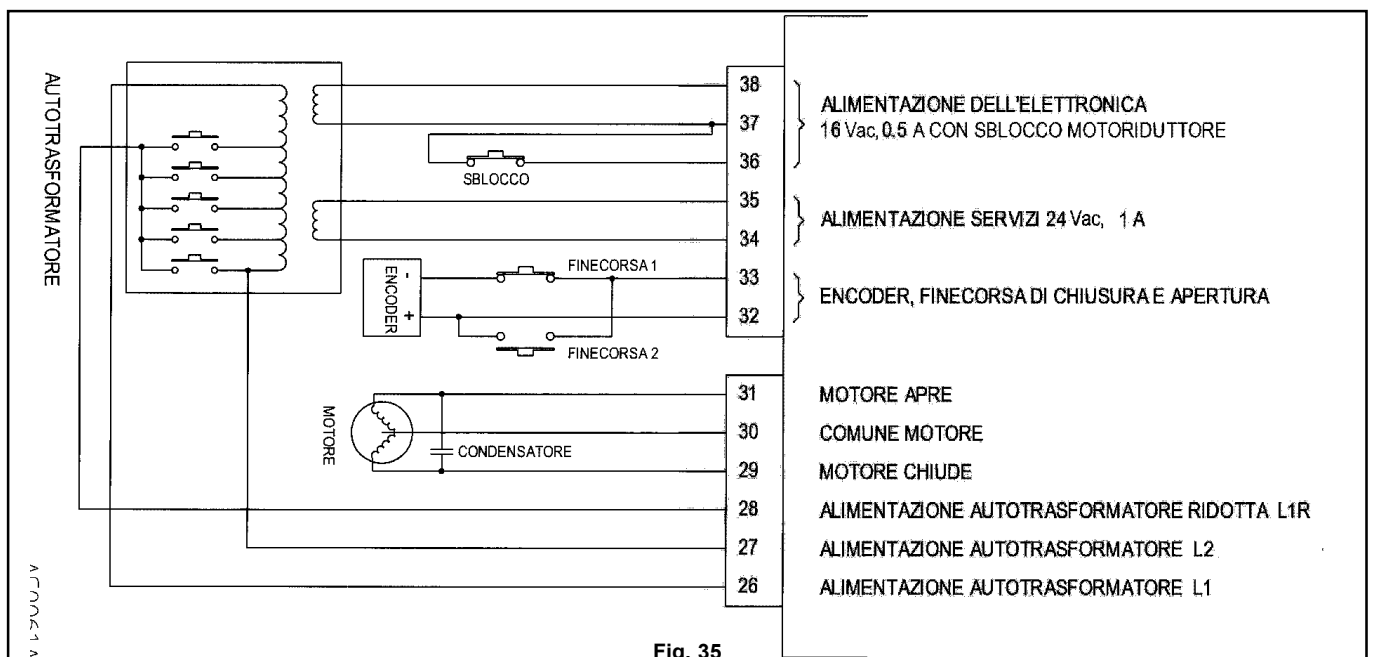

Fig. 35
**ATTENZIONE:** i collegamenti della parte inferiore della centrale (fig. 35) e dei vari dispositivi connessi sono già cablati dall'azienda e non vanno assolutamente modificati. Riportiamo di seguito una descrizione di massima.
Tab. 6: morsettiera di destra – fig. 35
Tab. 7: morsettiera di sinistra – fig. 35